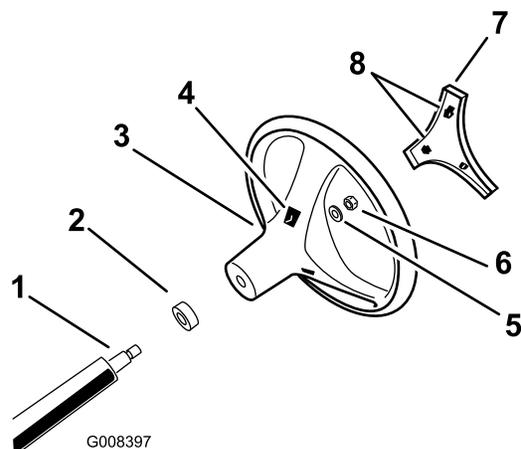

図 3
4. 図3に示すようにロックナットでハンドルを固定し、24-29 N・m 2.5-3.0 kg/m = 18-22 ft-lb にトルク締めする。
5. ハンドルのセンターカバーをハンドルのスロットに合わせて押し込み、センターカバーをハンドルハブに固定する図3。